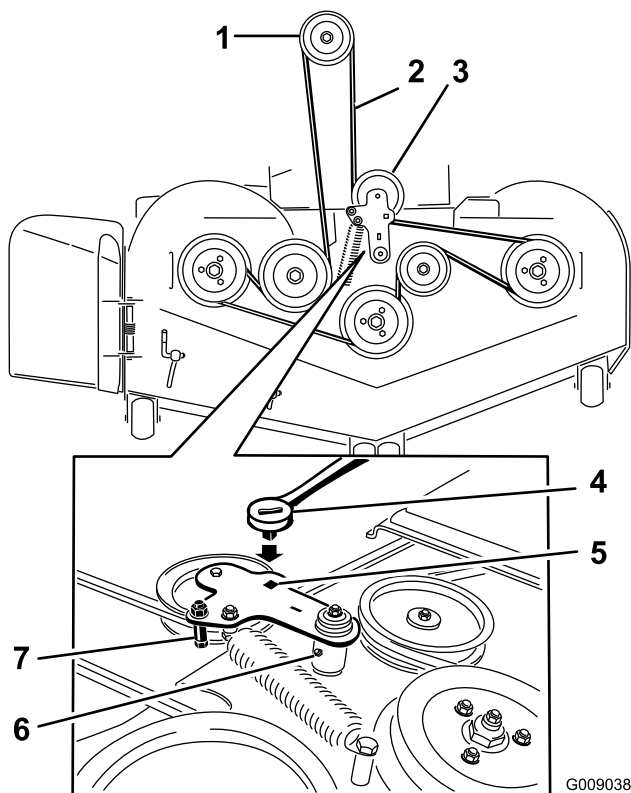

Figura 95
- Sollevate la bacinella e inserite il cricchetto nel foro quadrato del tendicinghia del piatto di taglio (Figura 95).
- Ruotate il tendicinghia del piatto di carico in senso orario e togliete la cinghia del tosaerba (Figura 95).